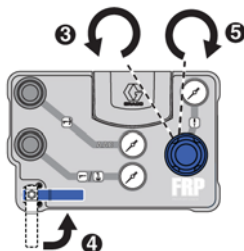

Рис. 18
- Поверните регулятор давления подачи главного воздухопровода до упора против часовой стрелки, чтобы снять давление и установить регулятор в нулевое положение. См. Рис. 18.
- Откройте шаровой клапан главного воздухопровода. См. Рис. 18.
- Медленно поворачивайте регулятор главного воздухопровода по часовой стрелке, пока насос не запустится и не начнет переключение. Давление ни в коем случае не должно превышать 0,14 МПа (1,4 бар; 20 фунтов/кв. дюйм). См. Рис. 18.